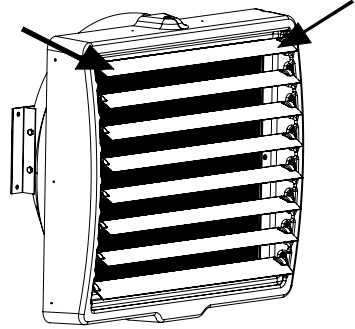

Рис.5
7.6 Открывать направляющие жалюзи следует обеими руками, держа параллельно с двух сторон. Несоблюдение данных рекомендаций может привести к их повреждению (рисунок 5).